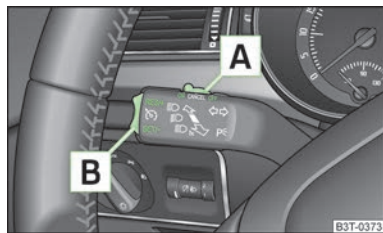

Fig. 124
- Pulsar el conmutador **A** » fig. 124 a la posición **ON**.
- Presionar el balancín **B** » fig. 124 de la página 122 a la posición **RES**.
- La velocidad memorizada se puede reducir presionando el balancín **B** » fig. 124 de la página 122 en la posición **SET**.
La velocidad también se **desconecta temporalmente**, pulsando el interruptor **A** » fig. 124 de la página 122 a la posición de suspensión elástica **CANCEL** o bien el pedal de freno o de embrague.
- Pulsar el conmutador **A** » fig. 124 de la página 122 desplazándolo hacia la derecha a la posición **OFF**.